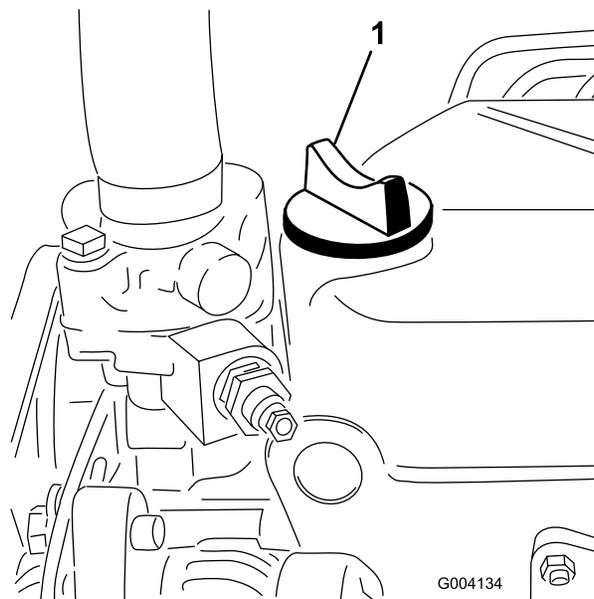

Figura 31
5. Se o nível de óleo se encontrar abaixo da marca “Full” (cheio) da vareta, retire o tampão de enchimento (Figura 31) e adicione óleo até que o nível atinja a marca “Full” (cheio).